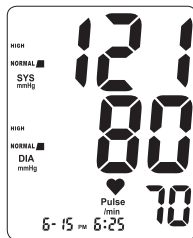

Fig. 5
8. Una vez completada la medición, en la pantalla se mostrarán al mismo tiempo la lectura de su presión arterial y su pulso, Fig. 5.